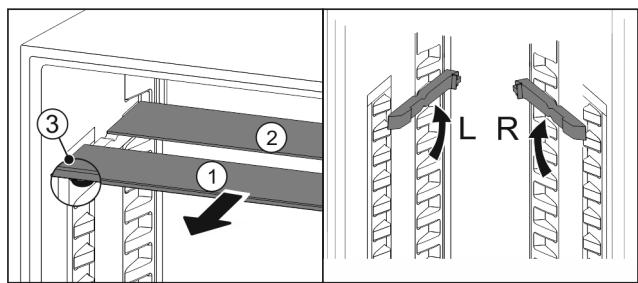

Fig. 94
- По одной извлеките Fig. 94 (1) стеклянные панели движением вперед.
- Стеклянная панель Fig. 94 (1) с декоративной планкой лежит спереди.
► Стопоры Fig. 94 (3) показывают вниз.